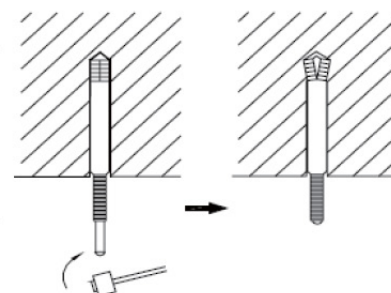

Fig.8
- (3). För in ankarbultarna i de borrade hålen, och slå in stiften helt i ankarbultarna med en hammare. (Fig.8)